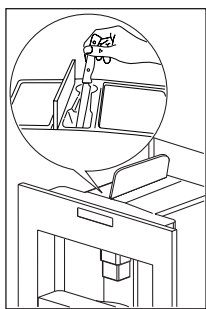

Fig. 28
- ▶ Verificați regulat (aproximativ o dată pe lună) ca pâlnia de cafea pre-râșnită să nu fie blocată (Fig. 28).